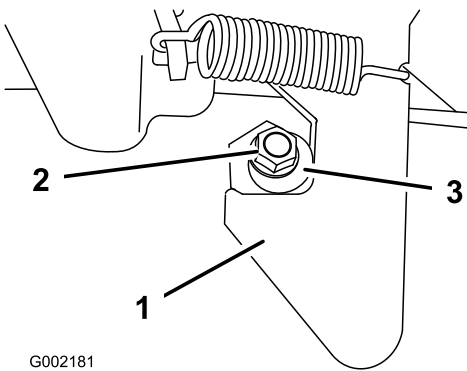

Figura 16
1. Afloje la tuerca del extremo del tope del enganche (Figura 16).
2. Gire el tope en el sentido de las agujas del reloj hasta que quede apretado contra el enganche, luego apriete la tuerca (Figura 16).